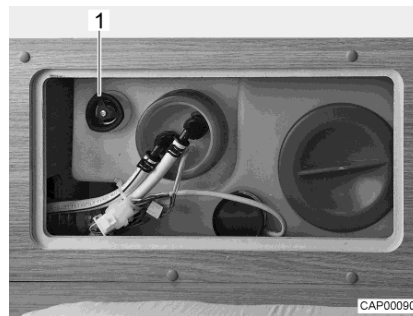

Fig. 118 Réservoir d'eau avec poignée tournante
- Faire tourner à fond dans le sens des aiguilles d'une montre la poignée tournante (Fig. 118,1) située sur le réservoir d'eau.
- Faire tourner la poignée tournante (Fig. 118,1) située sur le réservoir d'eau dans le sens inverse des aiguilles d'une montre jusqu'à ressentir une résistance. L'eau s'écoule, env. 20 litres restent.